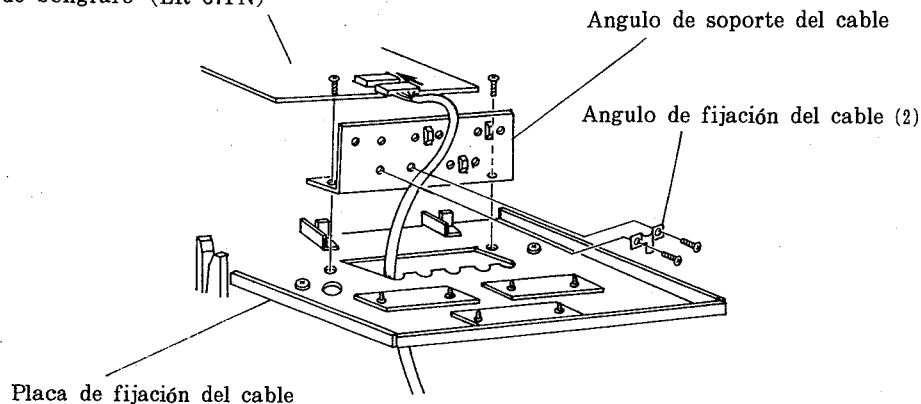

Figura 53
- (7) Como se muestra en la figura 53 de arriba, inserte el cable del explorador de bolígrafo en el orificio en la placa de fijación del cable desde el lado inferior, y conéctelo a la tarjeta de interfaz del explorador de bolígrafo.
- (8) Utilice el ángulo de fijación del cable (2) para fijar el cable del explorador de bolígrafo en el ángulo de soporte del cable. (Vea la figura 53 de arriba.)
- (9) Acople el ángulo de soporte del cable a la placa de fijación del cable como se hizo antes.
- (10) Invierta el procedimiento (2) para colocar de nuevo la cubierta posterior.
- (4) Extraiga los tornillos (2 piezas) que fijan el ángulo de soporte del cable, y extraiga el ángulo de soporte del cable de la placa de fijación del cable. (Vea la figura 53.)